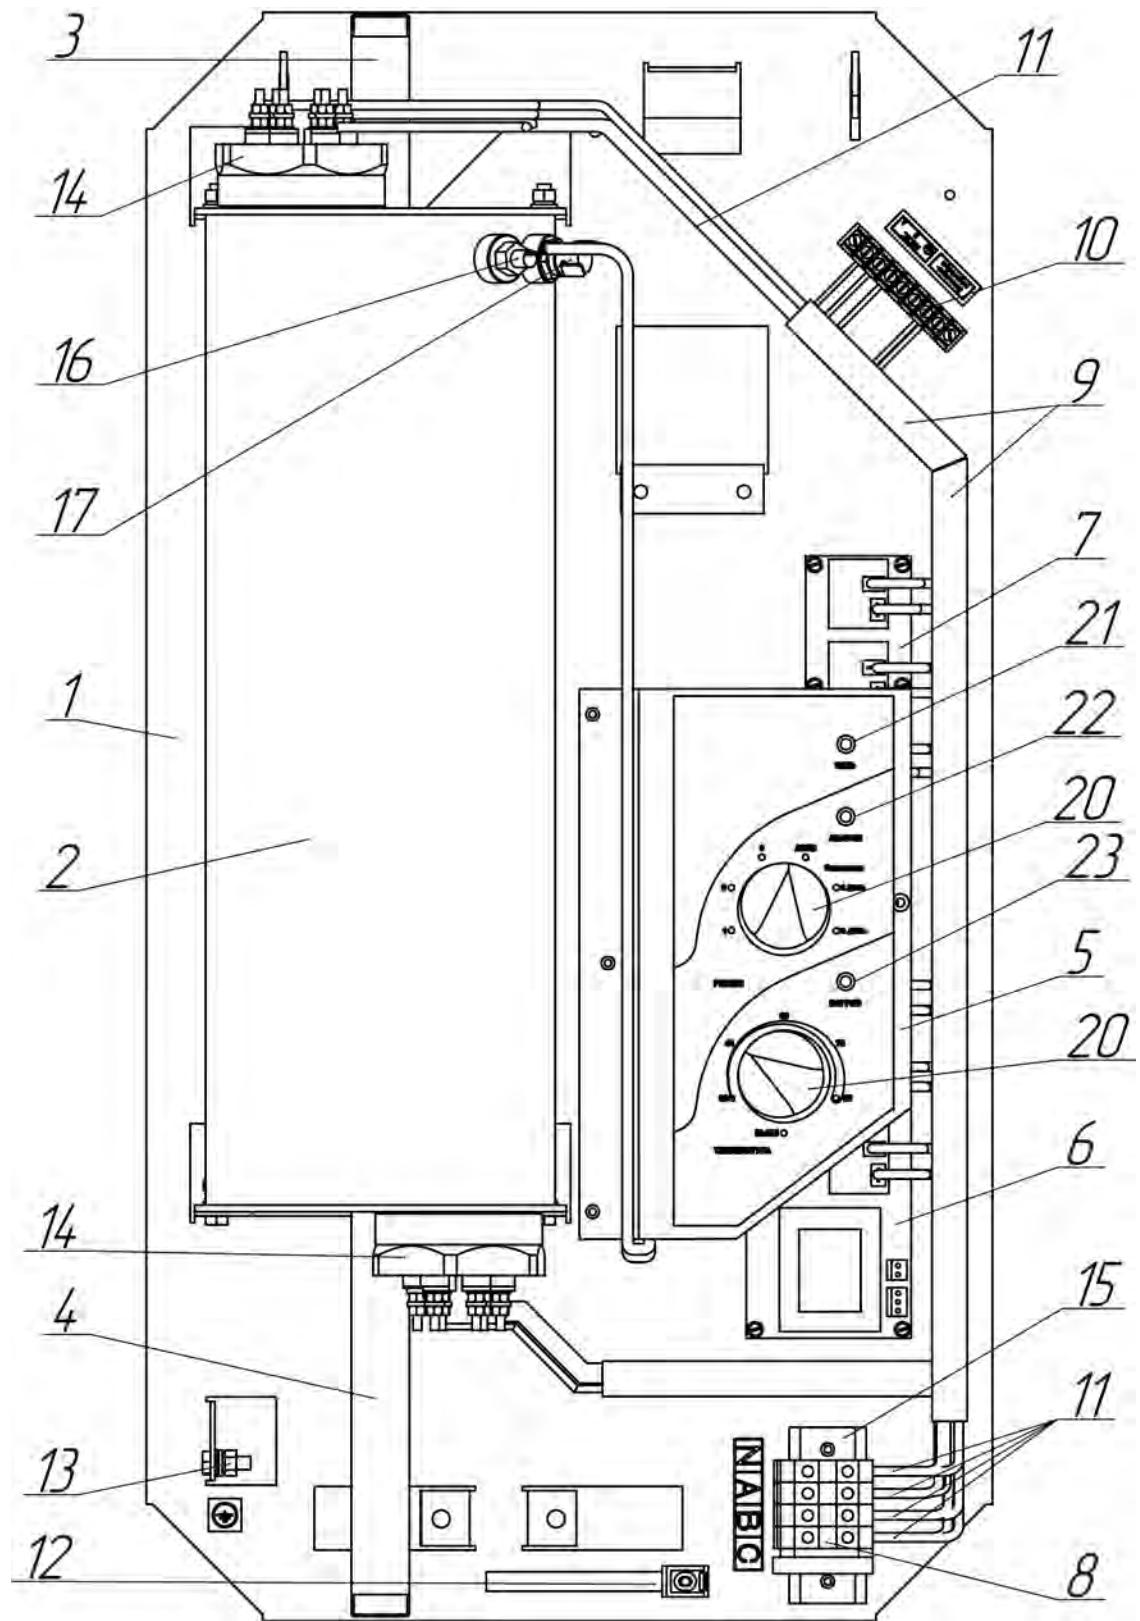
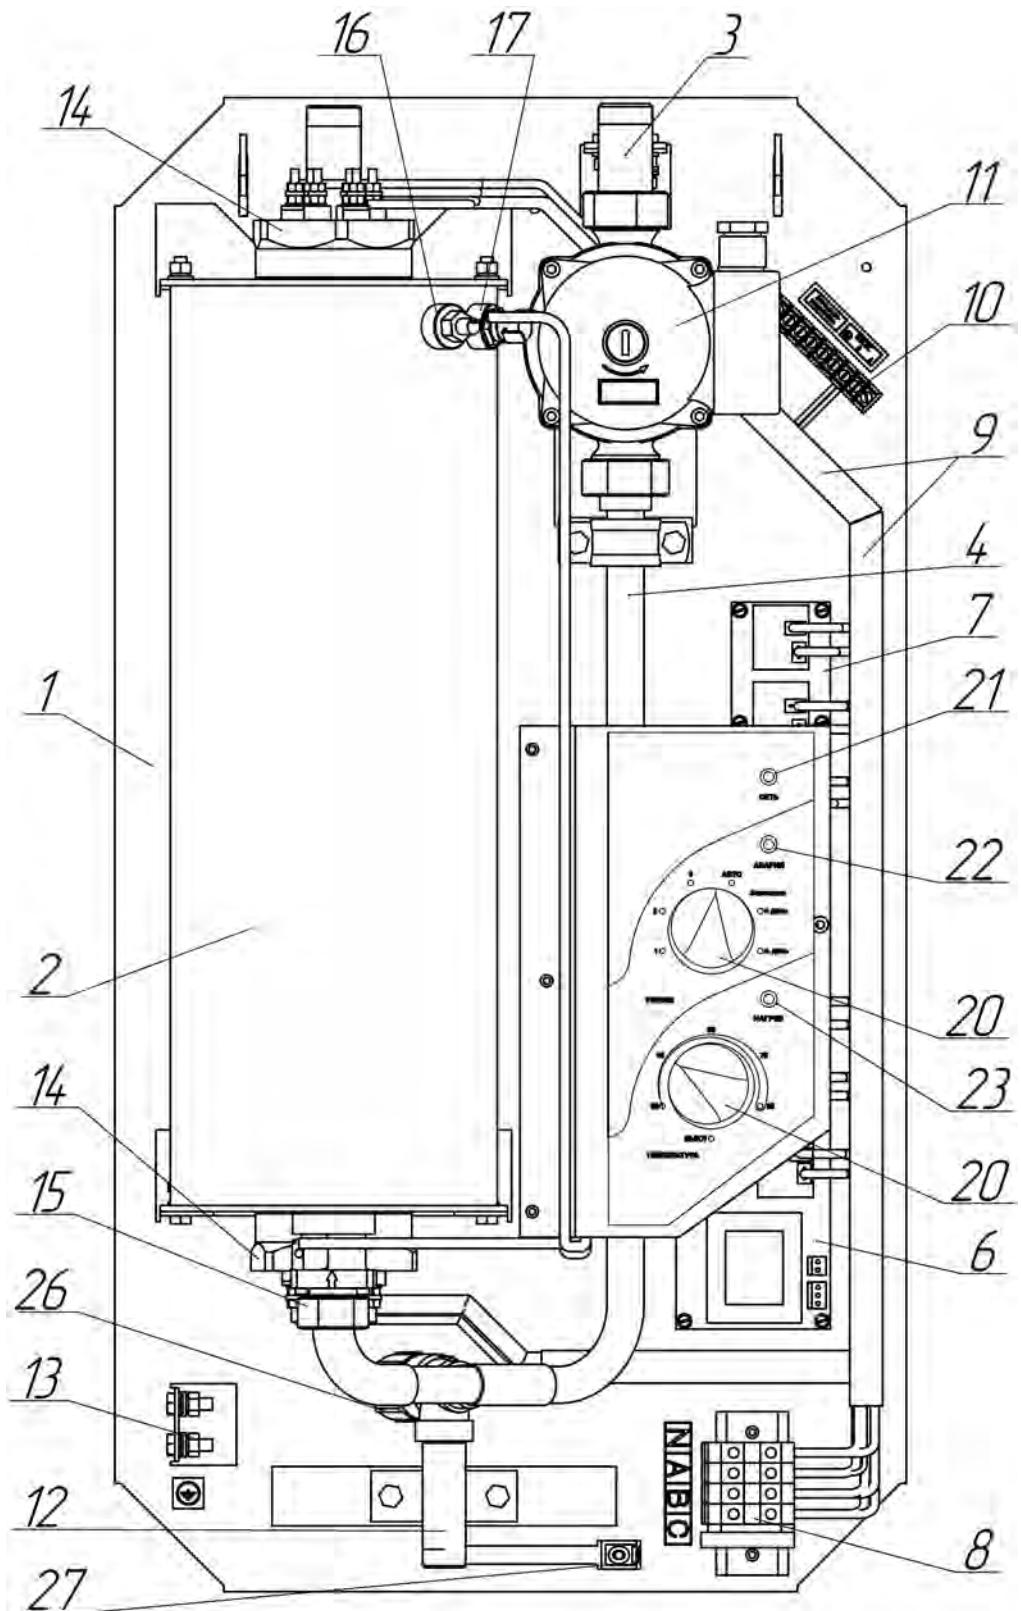
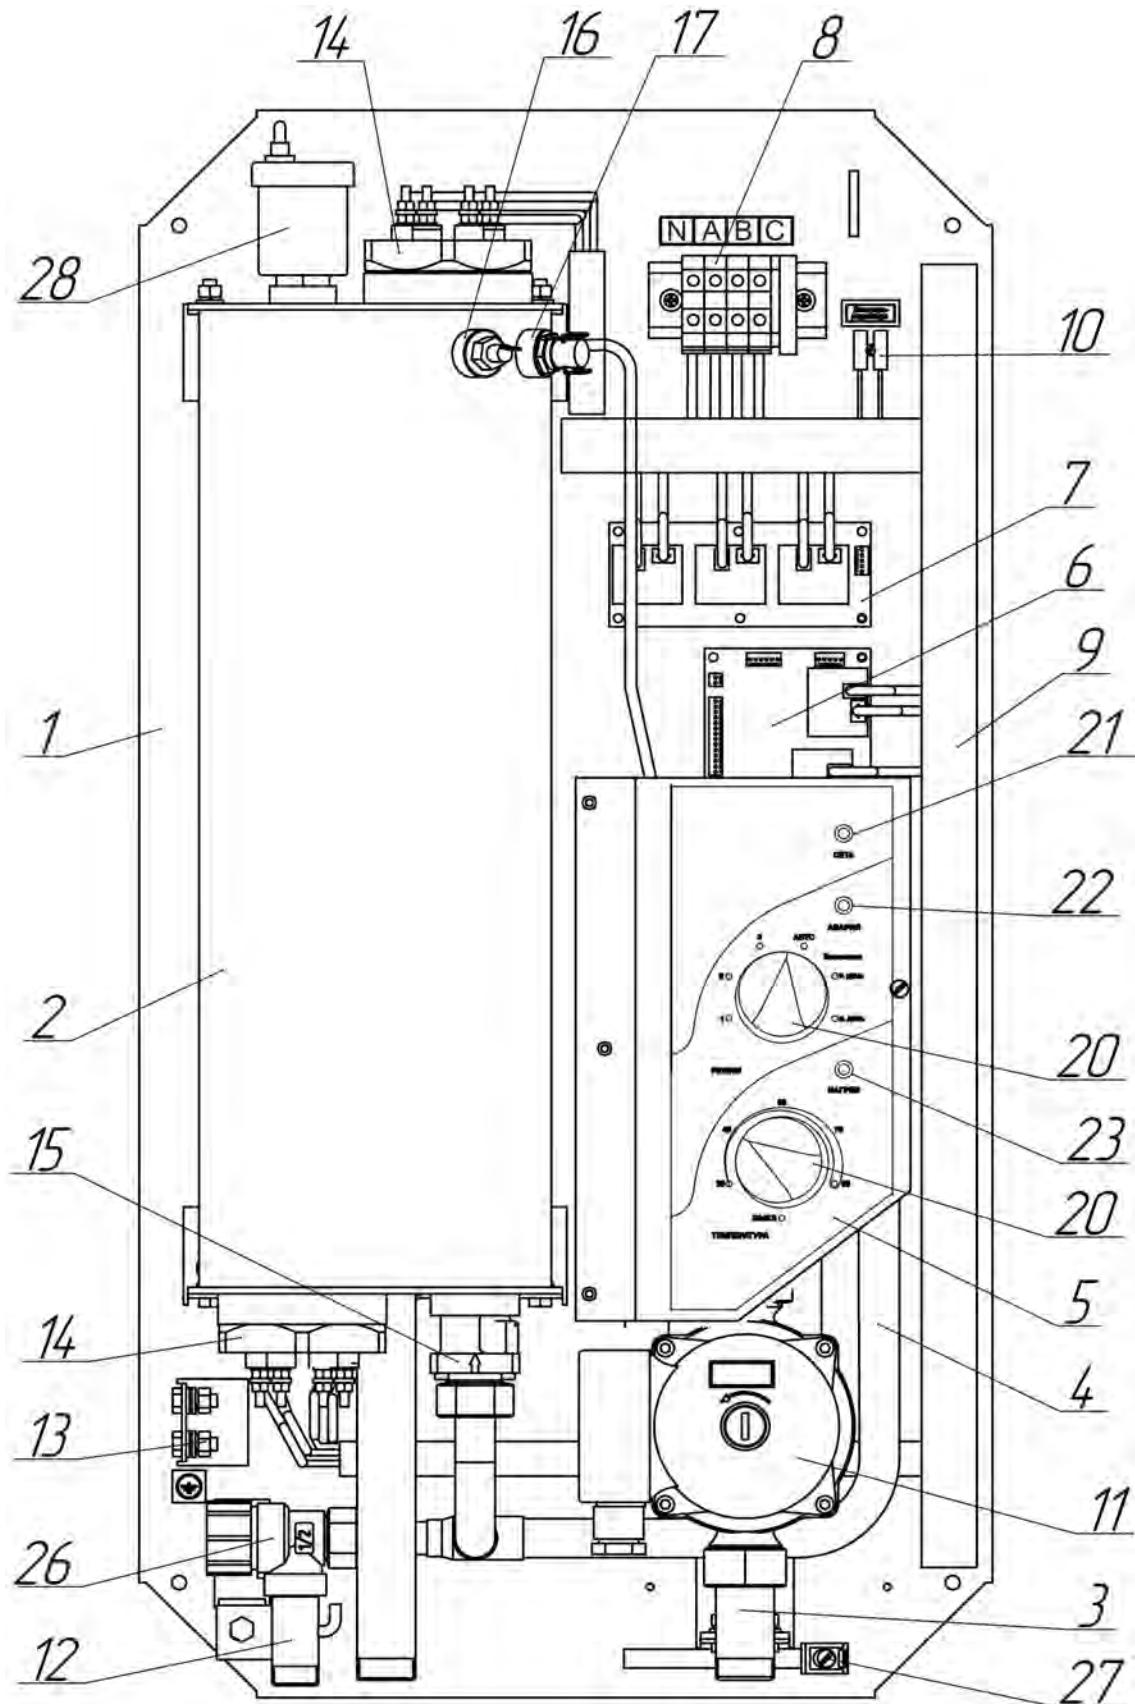

Рис. 1 Внешний вид прибора ЭПН-01-ХХ (со снятым кожухом)
Рис. 2 Внешний вид приборов ЭПН-01Д-ХХ и ЭПН-02-ХХ (со снятым кожухом)
Рис. 3 Внешний вид прибора ЭПН-02Н-ХХ (со снятым кожухом)
4.1. Внешний вид прибора ЭПН-01-XX со снятым кожухом показан на рис.1, внешний вид приборов ЭПН-01Д-XX и ЭПН-02-XX показан на рис.2 (прибор ЭПН-02-XX конструктивно отличается от ЭПН-01М-XX только наличием платы суточного программатора), внешний вид прибора ЭПН-02Н-XX показан на рис. 3.
4.1.1. Описание основных элементов прибора ЭПН-01-ХХ (рис. 1).
4.1.2. Описание основных элементов прибора ЭПН-01Д-ХХ и ЭПН-02-ХХ (рис. 2).
4.1.3. Описание основных элементов прибора ЭПН-02Н-ХХ (рис. 3).
4.4. Принцип действия прибора основан на преобразовании электрической энергии в тепловую с помощью трубчатых электронагревателей – ТЭНов, которые конструктивно исполнены в виде блоков (14) (рис.1, 2, 3). Электрически ТЭНы разбиты на 3 группы – ступени мощности, каждая из которых составляет 1/3 номинальной мощности котла. Это позволяет осуществлять нагрев теплоносителя на 1/3, на 2/3 или на полной мощности прибора. Для стабилизации температуры теплоносителя на заданном уровне, который называется пороговым, система управления подключает или отключает ступени мощности в соответствии с текущими параметрами и заданной программой работы.
В ручных режимах котел может работать под управлением внешнего датчика температуры воздуха (комнатного термостата), который подключается к клеммной колодке "Датчик температуры воздуха" (10) на рис.1, 2, 3), замыкание контактов термостата приводит к выключению нагрева независимо от текущей температуры теплоносителя. При размыкании контактов восстанавливается штатная работа заданного ручного режима.
4.5.5. При подключении к прибору (к клеммной колодке "Датчик температуры воздуха" (10) на рис. 1, 2, 3) датчика температуры воздуха (комнатного термостата) или программируемого регулятора температуры воздуха управление прибора автоматически переключается на совместную работу с этим устройством, при условии, что задан один из трех ручных режимов (см. пп. 7.2.8., 7.2.9.).